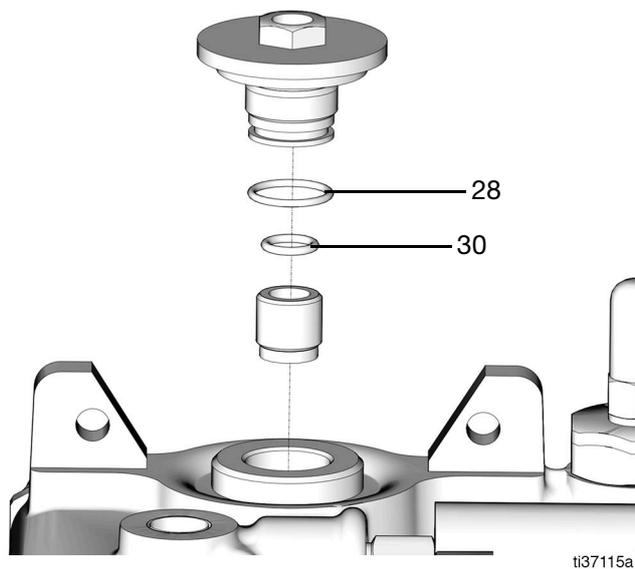

FIG. 51
3. Remplacer le joint torique interne (30) de l'écrou de retenue (9) par un joint torique neuf et graisser légèrement. (FIG. 51).
4. Remplacer le joint torique externe (28) de l'écrou de retenue (9) par un joint torique neuf et graisser légèrement (FIG. 51).